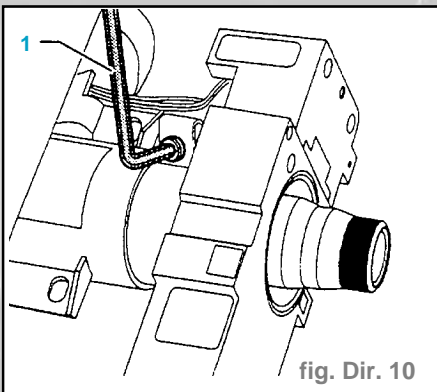

fig. Dir. 10
- Dévisser la vis (flèche) de commodo et retirer le commodo (fig. Dir. 10).